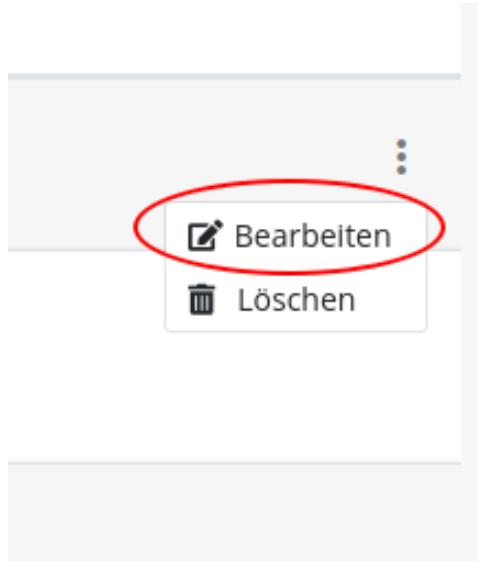

Abbildung 57: Editieren eines Zustandsautomaten
- Klicken Sie auf der Übersichtsseite in der entsprechenden Reihe rechts auf das ausklappbare Menü (gekennzeichnet durch drei vertikale Punkte, vgl. Abbildung 57)